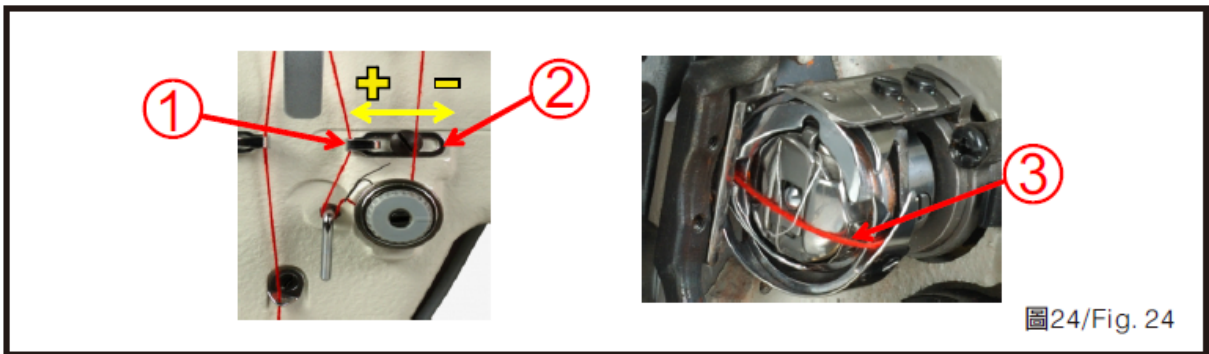

Fig. 24
9. O ajuste normal da linha (Fig.24)